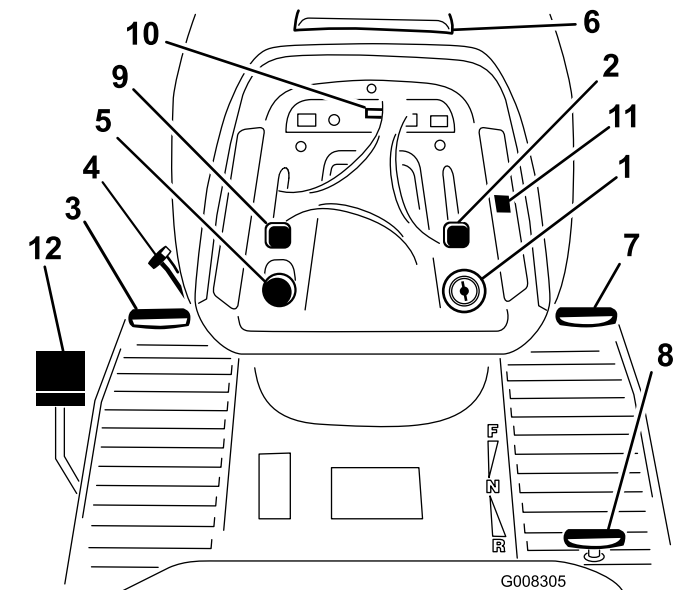

Figura 4
Prima di avviare il motore e di utilizzare la macchina, familiarizzate con i comandi (Figura 4).
1. Premete e tenete premuto il pedale del freno (Figura 4).
2. Girate in senso antiorario la leva del freno di stazionamento (Figura 4) ed alzate lentamente il piede dal pedale del freno.
1. Premete il pedale del freno (Figura 4).
2. Premete il comando del controllo elettronico della trazione in posizione On (Figura 4).
Il contaore è situato sul quadro degli strumenti (Figura 4) ed indica il totale delle ore di servizio della macchina.